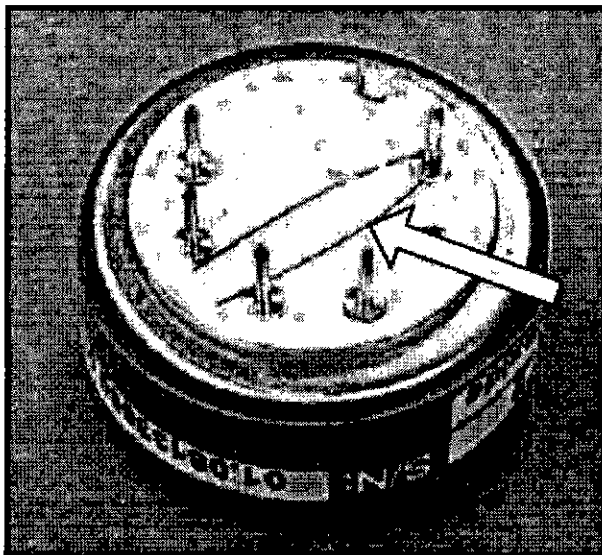

Figura 8-5
- Antes de sustituir el sensor del NO₂ hay que retirarle el alambre de cortocircuitado (figura 8-5).